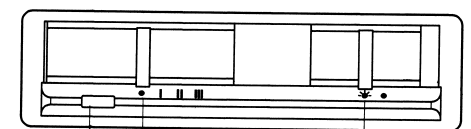

Fig. 5
- Comutador de 4 posições para o controlo do motor (posição OFF, 1ª, 2ª e 3ª velocidades) (Fig. 5, ref. A).
- Lámpada de controlo do funcionamento do motor (Fig. 5, ref. B).
- Interruptor para a lâmpada de iluminação (Fig. 5, ref. C).